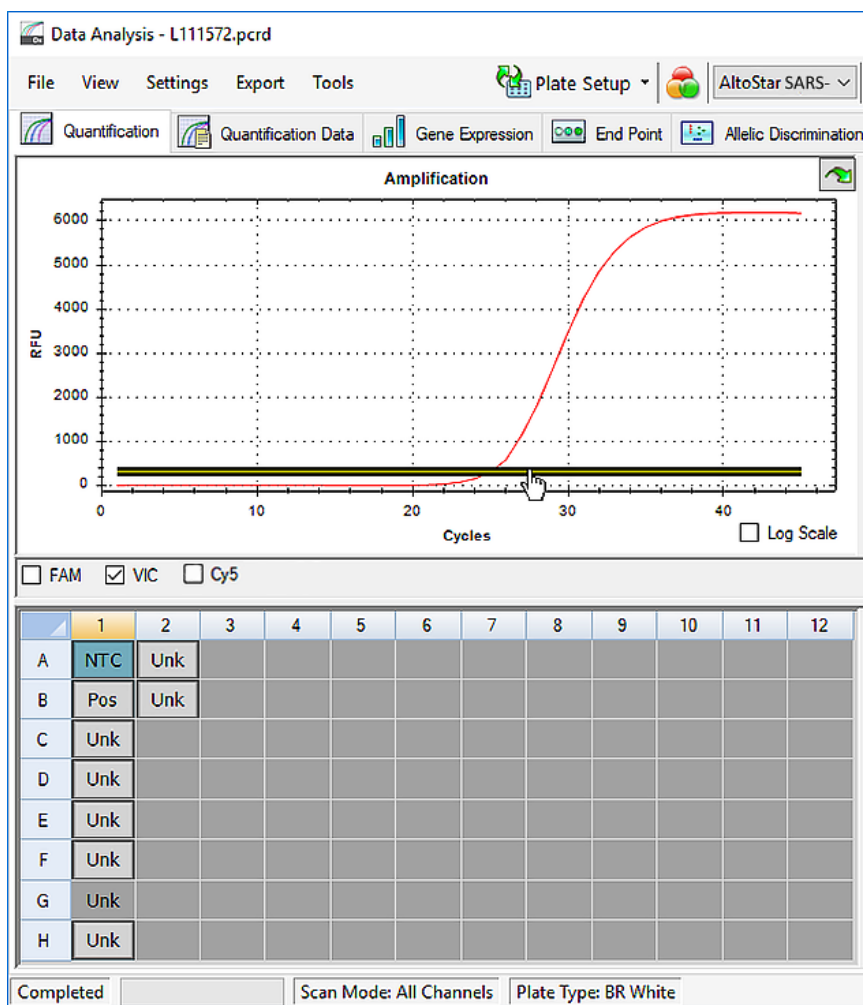

Figura 9: Janela Data Analysis (Análise de Dados): definição do limiar VIC™
- Do lado esquerdo da janela Data Analysis (Análise de Dados), assinale apenas a caixa de verificação **VIC** para o canal de detecção do IC (consulte a figura 9).
3. Selecione apenas o poço NTC na vista da placa da janela Data Analysis (Análise de Dados) (consulte a figura 9).
4. Arraste o limiar para a área exponencial do sinal NTC (consulte a figura 9).